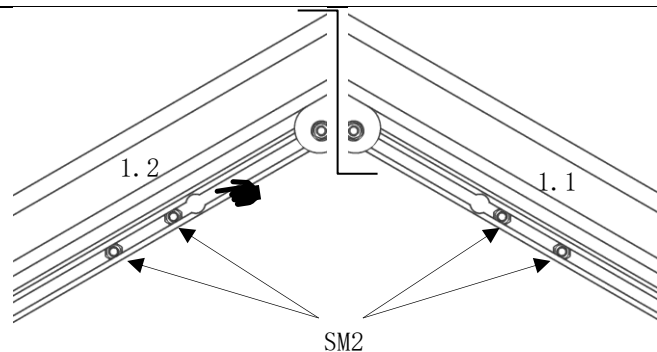

Abb. 19
- den Kopf der Sechskantschrauben (Pos. SM2) werden in die Montage-Bohrungen der Ortgangprofile (Pos. 1.1/1.2) eingeführt. (Abb.19)